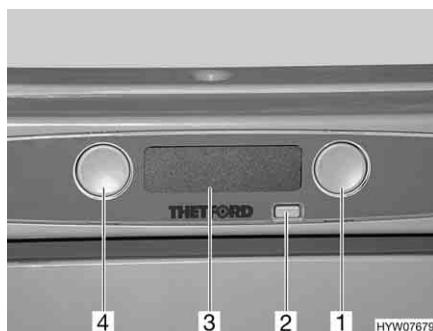

Fig. 150 Elementi di comando per il frigorifero (Thetford senza SES)
La modalità di funzionamento viene impostata tramite il tasto (Fig. 150,4) del frigorifero.
Dopo l'accensione il frigorifero seleziona automaticamente la regolazione del termostato selezionata per ultimo. Questa regolazione può essere modificata manualmente tramite il tasto (Fig. 150,1). Le barre del display (Fig. 150,3) indicano la temperatura selezionata sul termostato. Con tale tasto viene regolata la temperatura di refrigerazione per tutti i tre tipi di energia. Ci vogliono alcune ore prima che il frigorifero raggiunga la temperatura normale di esercizio. Cambiando la modalità di funzionamento la regolazione del termostato non viene modificata. La temperatura di refrigerazione è indipendente dal tipo di energia utilizzata.
- Premere il tasto (Fig. 150,2). Il display (Fig. 150,3) si illumina di blu e visualizza le impostazioni attuali.
- Premere il tasto (Fig. 150,4). L'impostazione attuale della modalità di funzionamento viene visualizzata sul display. Per modificare l'impostazione, premere il tasto finché sul display viene visualizzata la modalità di funzionamento a gas "►". L'alimentazione del gas è ora aperta. L'accensione avviene automaticamente. È udibile un ticchettio fino a quando procedura di accensione non è stata portata a termine.
- Premere il tasto (Fig. 150,1). L'impostazione del termostato attuale viene visualizzata sul display. Per modificare l'impostazione premere il tasto finché sul display viene visualizzata l'impostazione desiderata.
- Premere il tasto (Fig. 150,2). Il display (Fig. 150,3) non si illumina più. Il frigorifero è spento.
- Premere il tasto (Fig. 150,2).
- Premere il tasto (Fig. 150,4) finché sul display non compare la modalità di funzionamento a 230 V "►".
- Premere il tasto (Fig. 150,1) finché sul display viene visualizzata l'impostazione del termostato desiderata.
- Premere il tasto (Fig. 150,2). Il display non si illumina più. Il frigorifero è spento.
- Premere il tasto (Fig. 150,4) finché sul display non compare la modalità di funzionamento a 12 V "".